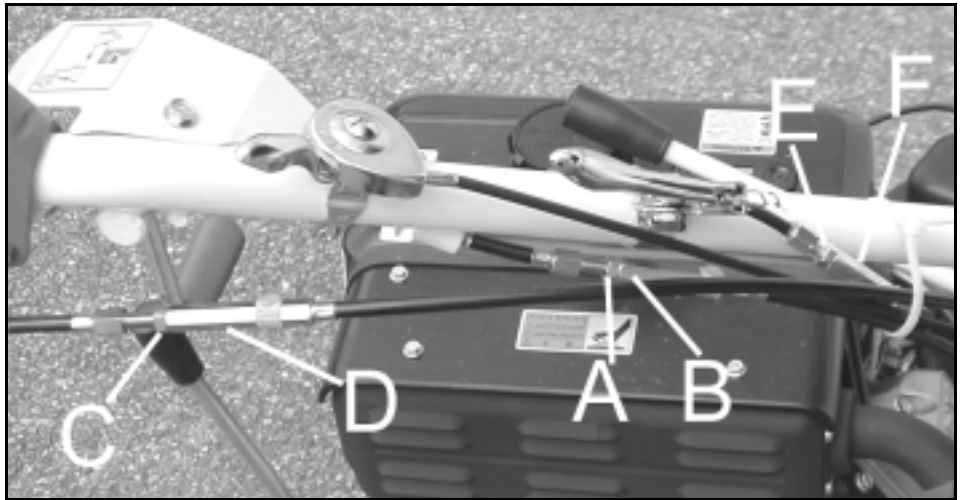

Figure 19
- Dévissez le contre écrou du système de réglage de tension du câble des lames (figure 19, repère A).
- Dévissez l'écrou de réglage de tension du câble de transmission (figure 19, repère B).